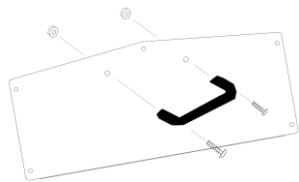

Fig.7
- Assemblare la maniglia in plastica nel pannello superiore vero e proprio con le 2 viti e i dadi preassemblati nella maniglia (Fig. 7).
Una volta completate tutte le operazioni sopra descritte, rimettere il pannello posteriore superiore vero e proprio (con la maniglia già montata -Fig.7) e fissarlo con le 5 viti.